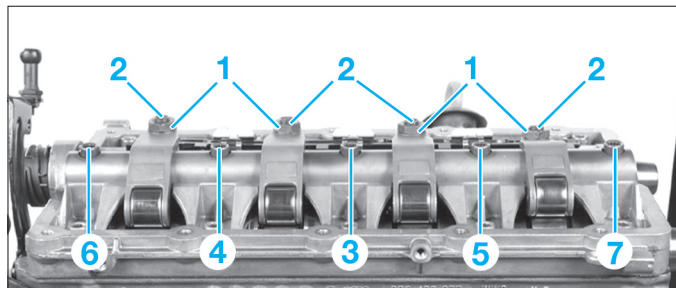
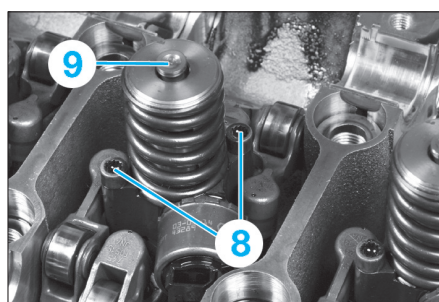

Fig. 43
Fig. 44
- les contre-écrous (1) des vis de réglage des culbuteurs (2) (Fig.43),
- chaque vis de réglage (2) jusqu'à ce que le culbuteur concerné soit en appui sur le ressort du poussoir de l'injecteur-pompe.
- Déposer les vis (3), (6) et (7).
- Desserrer progressivement et en plusieurs passes les vis (4) et (5) puis les déposer.
- Desserrer les vis de fixation (8) de serrage (Fig.44).